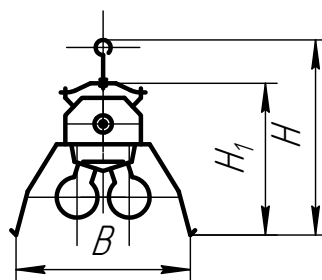

Рисунок 3.
- 6.5 Закрепите отражатель поз.4 в исполнениях светильников с отражателем (Рисунок 3,4,5 и 6) приложение А.